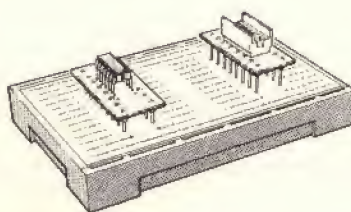

Fig. 9 - Matrice U-DeC "A".
2) La matrice U-DeC "A" (fig. 9) è studiata appositamente per montaggi con circuiti integrati e può ricevere due supporti DIL oppure quattro supporti TO-5.